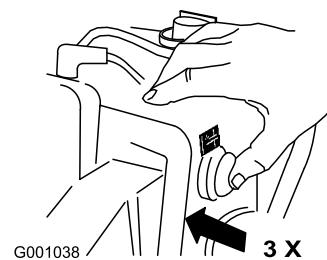

Рисунок 29
6. Резко нажмите 3 раза кнопку заливного насоса большим пальцем, каждый раз на секунду удерживая ее в нажатом состоянии перед отпуском (Рисунок 29).